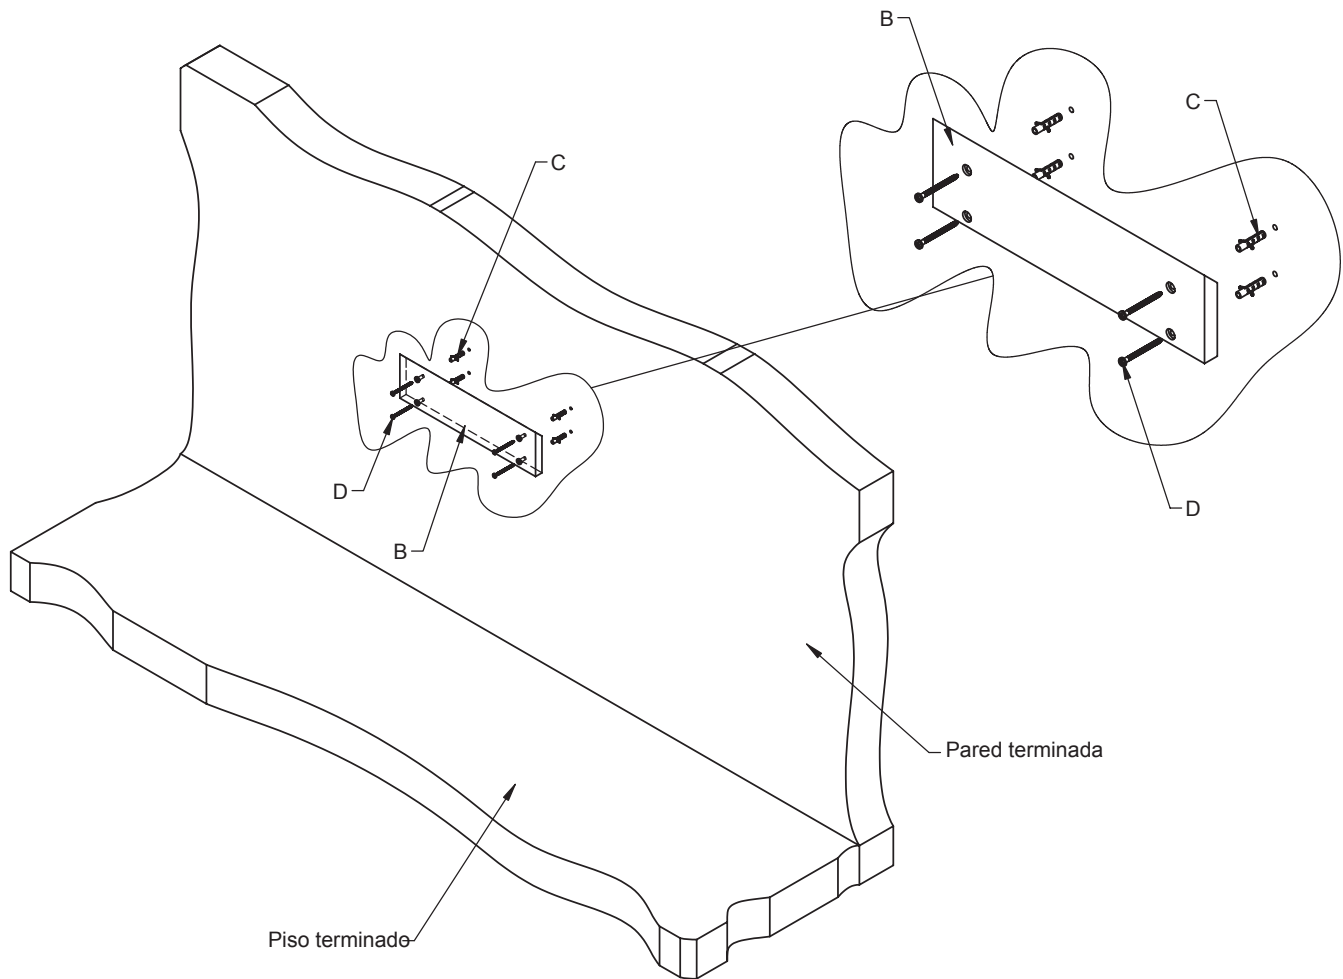

Figura 2
- Taladre agujeros en la pared donde estaban las marcas e inserte los **anclajes (C)**.
- Instale **el soporte de madera para pared (B)** en la pared usando los **tornillos de pared (D)**.
- Vea la **figura 2**.